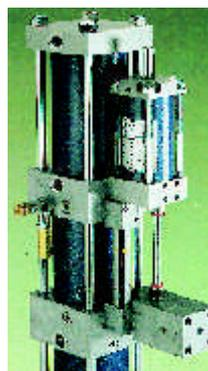

fig.2
- Svitare il tappo di scarico e fare defluire l'olio in eccesso. (fig. 2)
- [Unità AP-J] Quando l'unità è installata in verticale completa di compensatore di stazionamento provvedere allo spurgo attraverso la vite posta sulla testa dello stelo mobile del serbatoio compensatore. L'operazione si deve eseguire con l'unità in pressione tenendo presente che il tappo di spurgo deve essere solo allentato e ruotato lentamente di massimo 360° controllando che fuoriesca l'aria e una piccola quantità di olio. Eseguita tale operazione riavvitare fino ad ottenere la tenuta. (fig.2)
Le modalità di regolazione sono strettamente connesse con il tipo di impianto pneumatico che il cliente intende adottare.(fig.2)